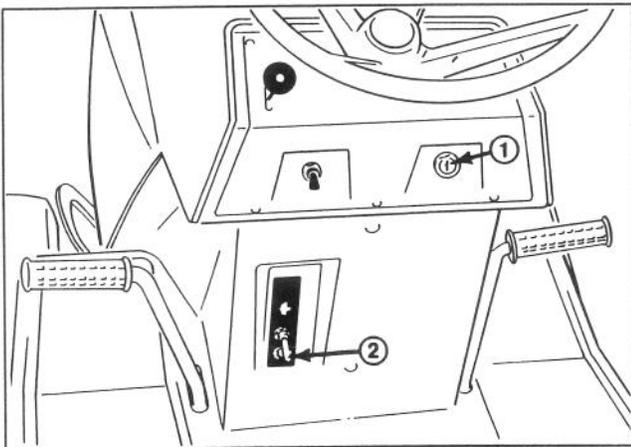
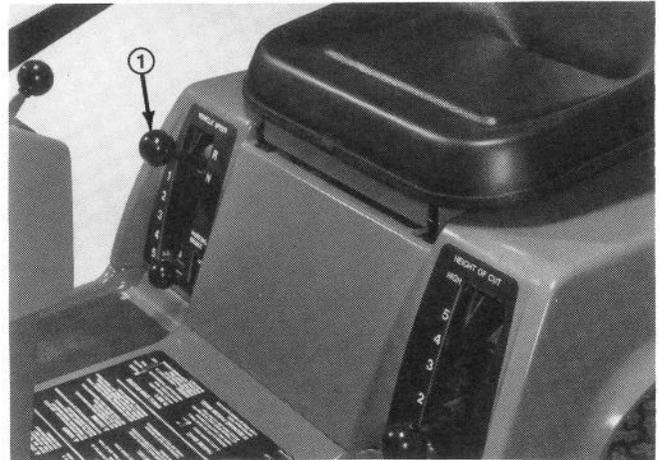

Abbildung 32
Abbildung 33
2. Das Mähwerk zuschalten (Abb. 32). Die Zündung auf START drehen. Jetzt darf sich der Motor nicht starten lassen. Wenn der Motor dennoch Startversuche unternimmt, hat sich ein Fehler im Sicherheitssystem ergeben, der vor Inbetriebnahme von einem TORO Vertragshändler beseitigt werden muß. Wenn sich der Motor nicht starten läßt, mit Schritt 3 weitermachen.
4. Den Gangschalthebel (Abb. 33) auf NEUTRAL stellen, das Mähwerk (Abb. 32) abstellen und die Feststellbremse anziehen, um jede Bewegung der Maschine zu verhindern. Jetzt die Zündung auf START drehen und den Motor anlassen. Das Mähwerk zuschalten und vorsichtig den Fahrersitz verlassen. Jetzt muß sich der Motor abstellen. Wenn der Motor nicht abwürgt, den Motor abstellen und das Sicherheitssystem von einem TORO Vertragshändler instandsetzen lassen. Wenn der Motor beim Abheben vom Fahrersitz abwürgt, funktioniert das Sicherheitssystem richtig.